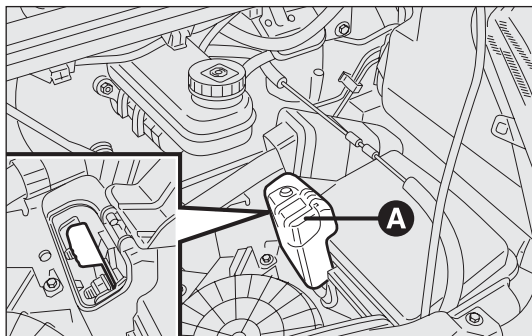

fig. 163
- soulever la trappe A pour accéder au pôle positif de la batterie fig. 163 ;